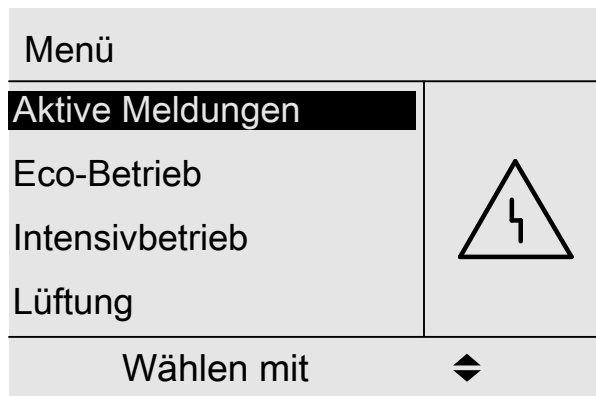

Abb. 19
4. Quittieren Sie **alle** Meldungen. Folgen Sie dafür den Anweisungen im Menü. Die Meldung wird in das Menü „**Aktive Meldungen**“ übernommen: Siehe Abb. 19.